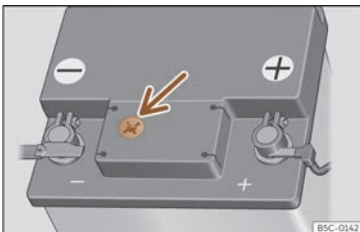

Fig. 201 Gradicela na parte superior da batería de 12 voltios (representación esquemática).
- Comprobe o indicador de cor da gradicela na parte superior da batería >>> **fig. 201**.